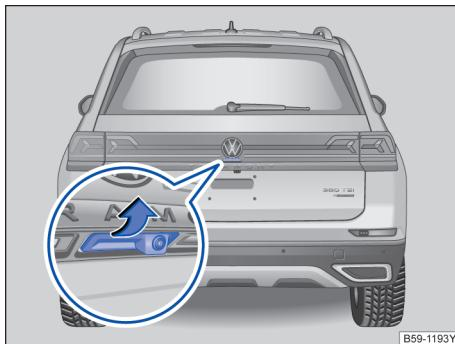

图 61 从车外打开行李厢盖
钥匙在行李厢盖的有效范围内，可以直接通过行李厢盖上的按钮打开后盖 → 图 61
- 向上拉起图示按钮 → 图 61，打开行李厢。
- 操作拉手按钮 → 图 61。